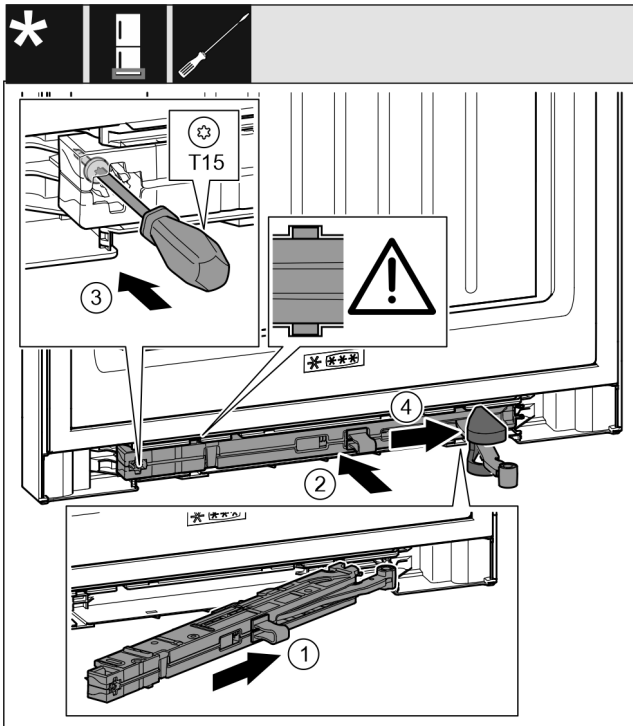

Fig. 46
- ▶ Lükake sulgemismortisaatori mooduli laagripuki küljel lõpuni kaldu väljalõikesse. Fig. 46 (1)
- ▶ Lükake sulgemismortisaatori mooduli täielikult väljalõikesse. Fig. 46 (2)
- ▶ Keerake kruvi kruvikeerajaga T15 kinni. Fig. 46 (3)
- ▶ Lükake kate liigendi peale. Fig. 46 (4)